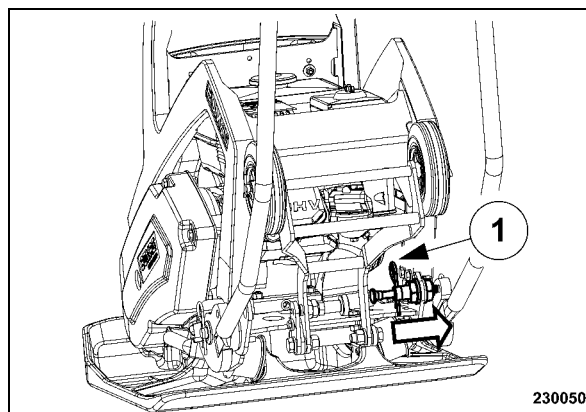

рис. 34
- Вынуть шплинт (1) (рис. 34) и зафиксировать направляющий бугель предохранительным болтом. Вставить обратно шплинт.